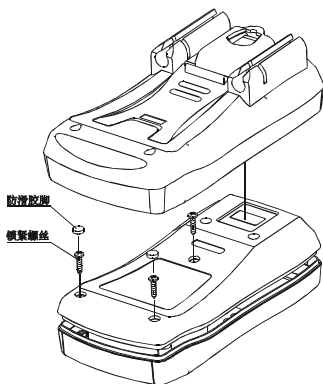

图14
- \* 把后盖合上，装上三颗螺丝，并用螺丝紧固再装上两个防滑胶脚（详见图 14）。
- \* 把后盖的两个防滑胶脚及三颗螺丝拆下,并把后盖取下(详见图 14)。